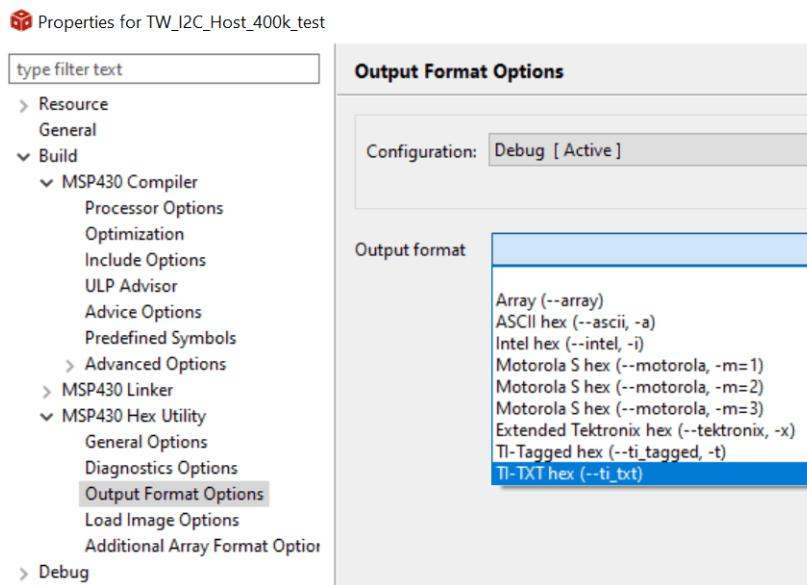

图 4-5. 在 CCS 中生成 TI-TXT 十六进制文件
6. 将应用程序代码（此处可使用演示 `bsl_software_invoke_app_demo_uart`）导入 CCS 并以 TI-TXT 十六进制格式生成目标器件固件（请参阅图 4-5）。